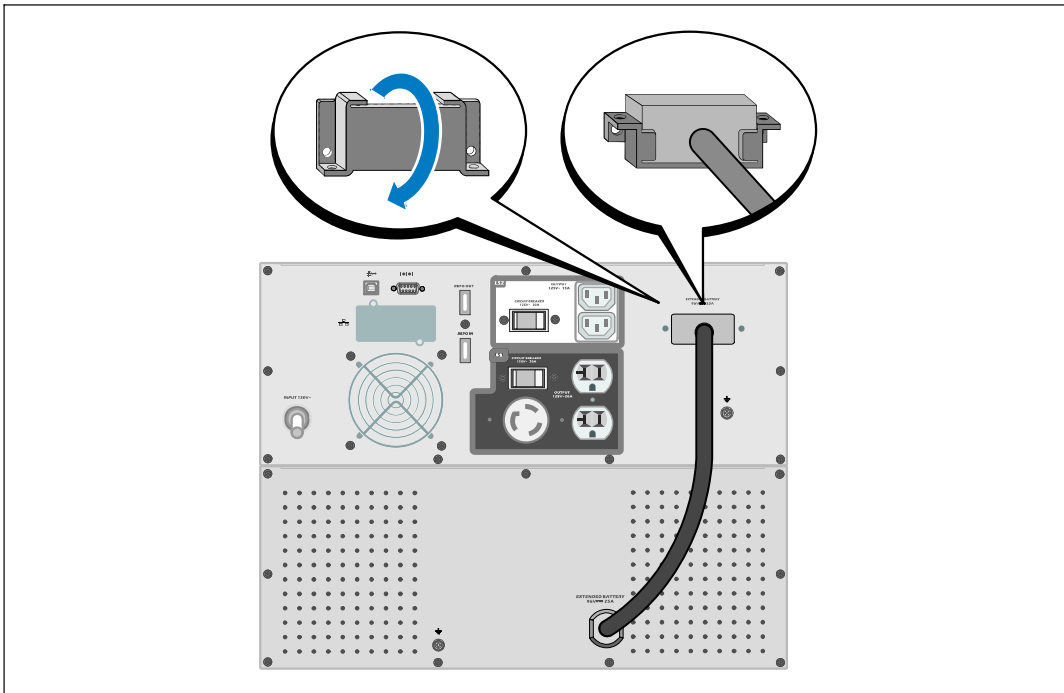

Abbildung 16. Installation der Zugentlastungsklammer
- 2 Installieren Sie die Batterieanschlussabdeckung zum Zwecke der Zugentlastung unter dem EBM-Kabel (siehe Abbildung 16).